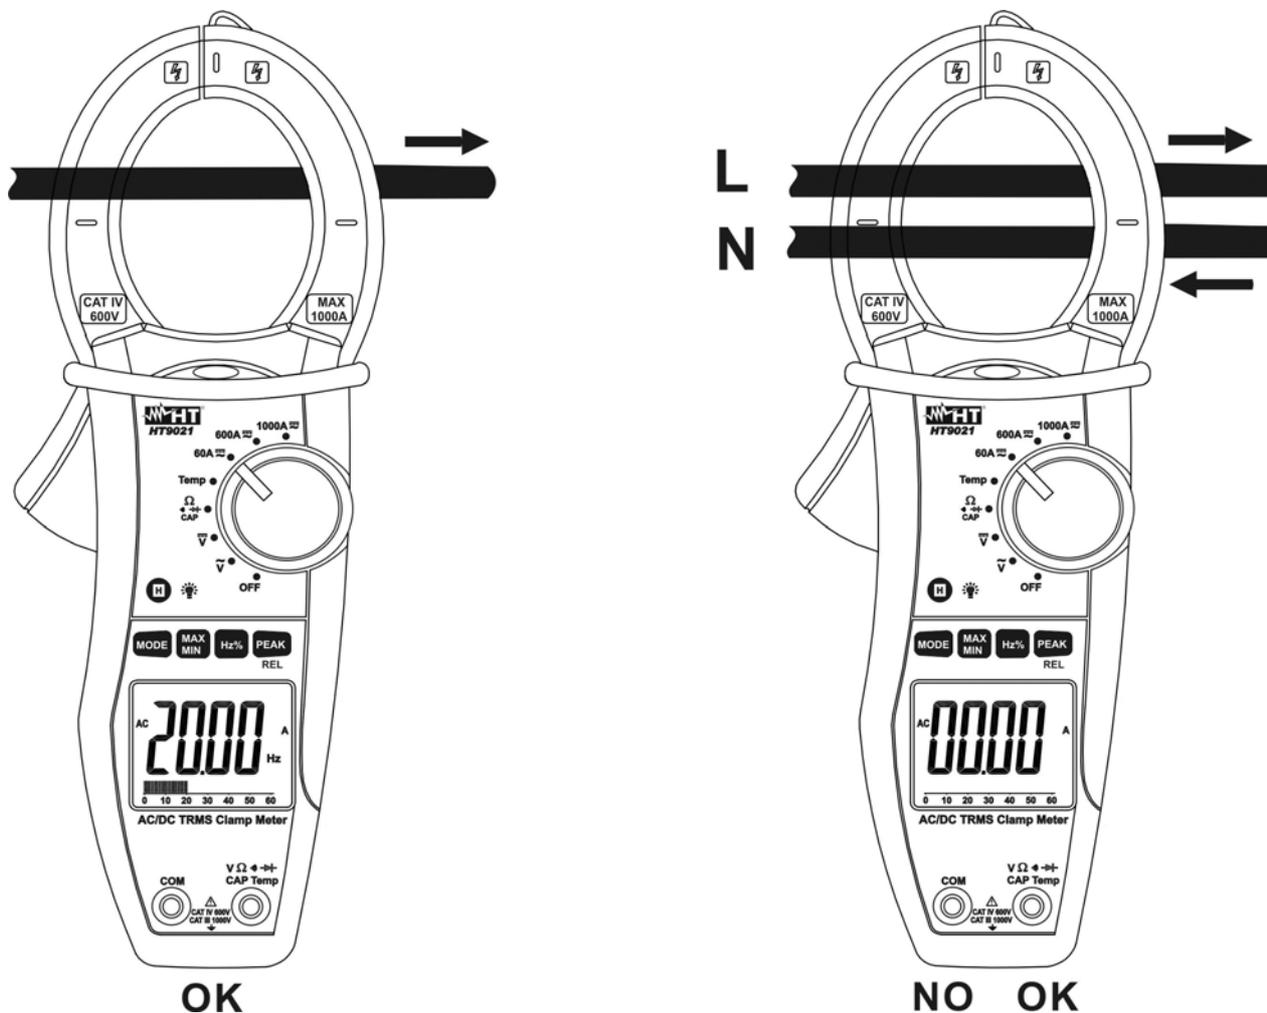

Fig. 8: Uso de la pinza para medida de corriente CA y CC
4. Para medidas de corriente CC la visualización del símbolo "-" indica que el instrumento se ha conectado en modo contrario al sentido de la corriente (ver Fig. 8)